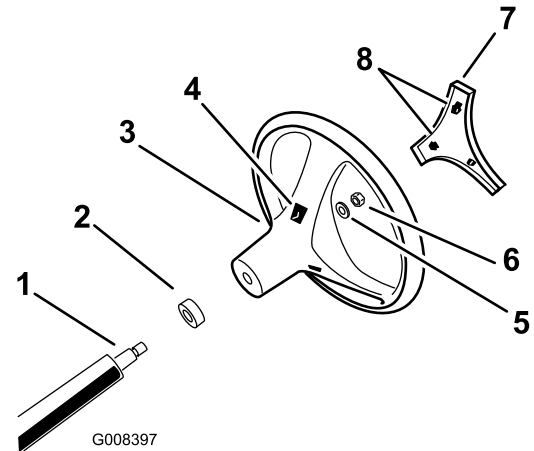

Figura 3
1. Através das aberturas na parte traseira do volante, liberte as patilhas de bloqueio da cobertura central e retire a cobertura do volante (Figura 3).
2. Retire a porca de bloqueio e a anilha do eixo da direção (Figura 3).
3. Alinhe o volante com o eixo da direção (Figura 3).
4. Monte a anilha e porca de bloqueio do eixo da direção (Figura 3).
6. Alinhe as patilhas de bloqueio da cobertura central com as aberturas no volante e pressione a cobertura contra o volante até que as patilhas encaixem no sítio (Figura 3).